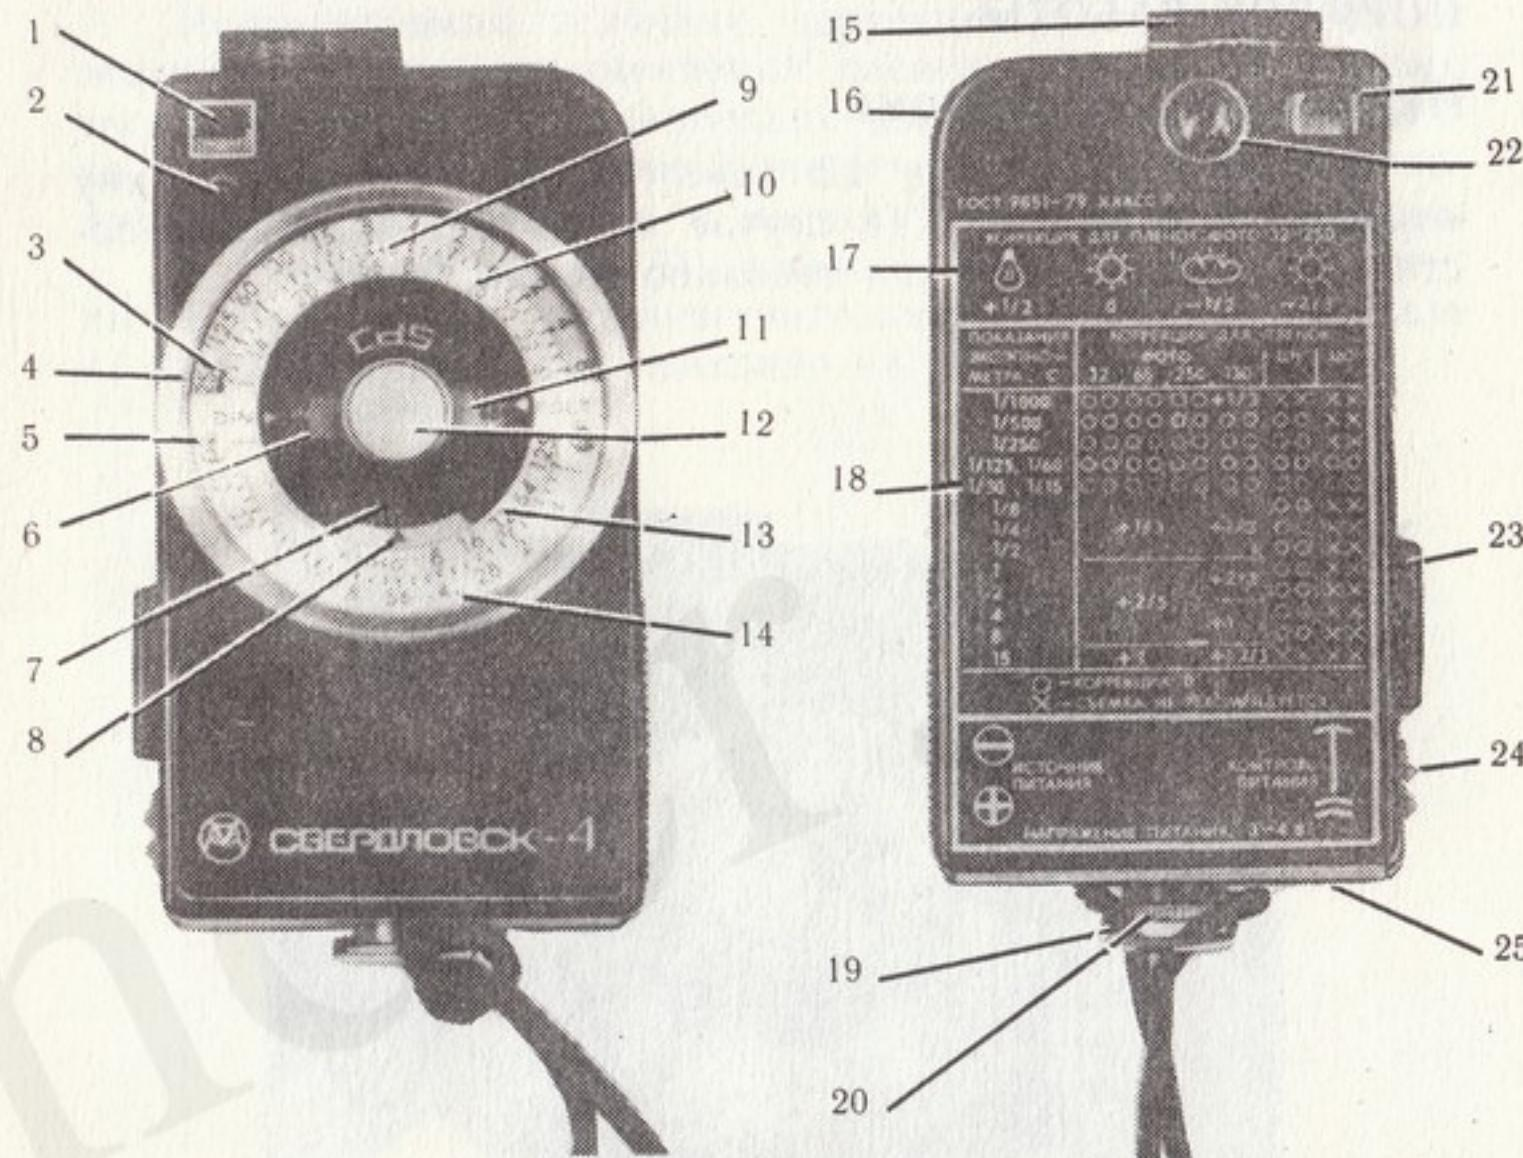
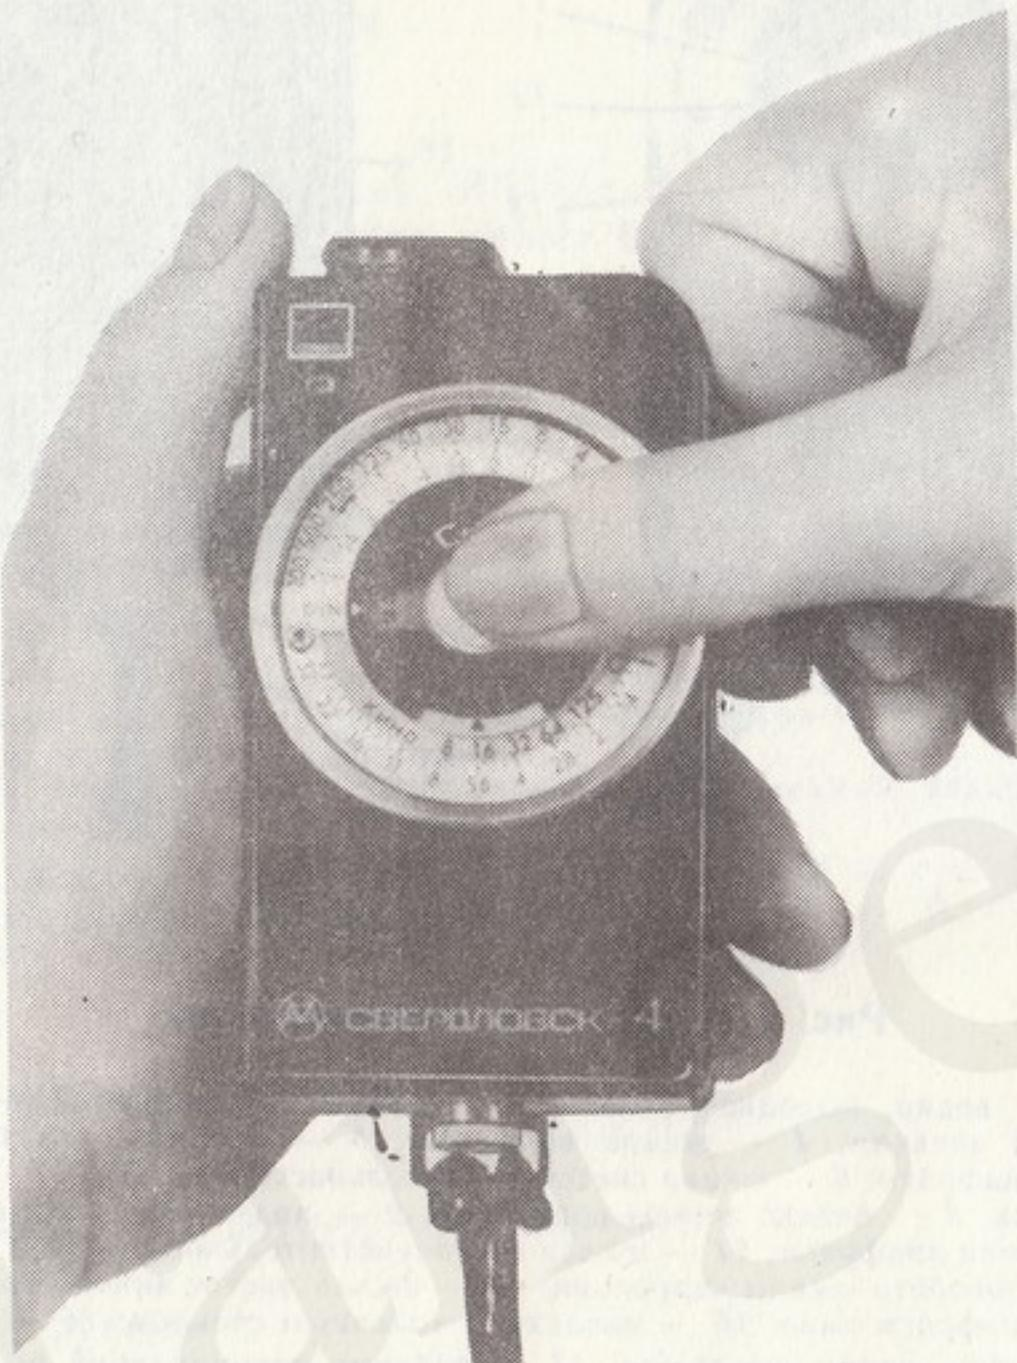

Рис. 1. Устройство экспонометра:
Рис. 2. Установка шкалы коррекции
1. Поворотом диска 12 (рис. 1) установите величину коррекции по шкале 7 (в случае отсутствия коррекции поставьте шкалу на «0», как показано на рис. 2).
2. Повернув шкалу 10 диафрагм (см. рис. 1) за выступы 5, установите светочувствительность пленки по шкале 11 или по шкале 6, как показано на рис. 3.
3. Исходя из выбранного метода измерения, установите насадку 15 (см. рис. 1) с молочным стеклом, повернув ее вокруг осей в соответствующее положение.
5. Средним пальцем правой руки нажмите клавишу включения 23 (см. рис. 1) и, не сводя экспонометр с объекта съемки или с направления на камеру, проделайте следующее:
— закройте входное окно светоприемника 22 (см. рис. 1) каким-либо непрозрачным материалом;
Начинающему фотолюбителю следует четко соблюдать указания по светочувствительности пленки, методам обработки и установке выдержки и диафрагмы с экспонометром. Все действия целесообразно записывать или запоминать и после обработки нескольких пленок проанализировать результаты и определить необходимость введения коррекции (увеличения или уменьшения выдержки, которую показывает фотоэкспонометр). Для удобства и простоты учета коррекции на экспонометре «Свердловск-4» имеется специальная шкала 7 (см. рис. 1).